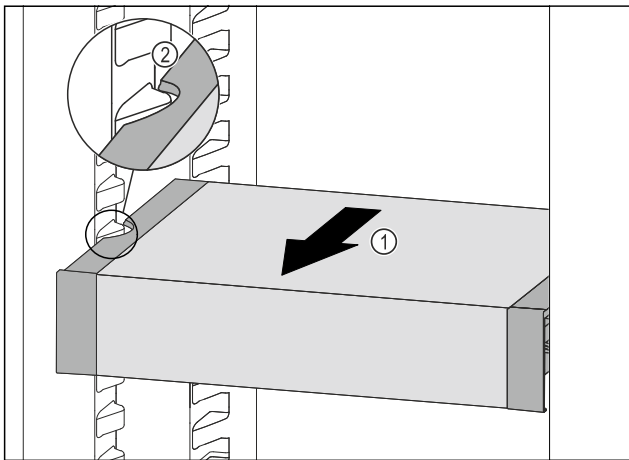

Fig. 102
- VarioSafe naar voren trekken Fig. 102 (1), tot de uitsparingen aan de zijkant van de VarioSafe zich ter hoogte van de rib in het koelgedeelte bevinden. Fig. 102 (2)